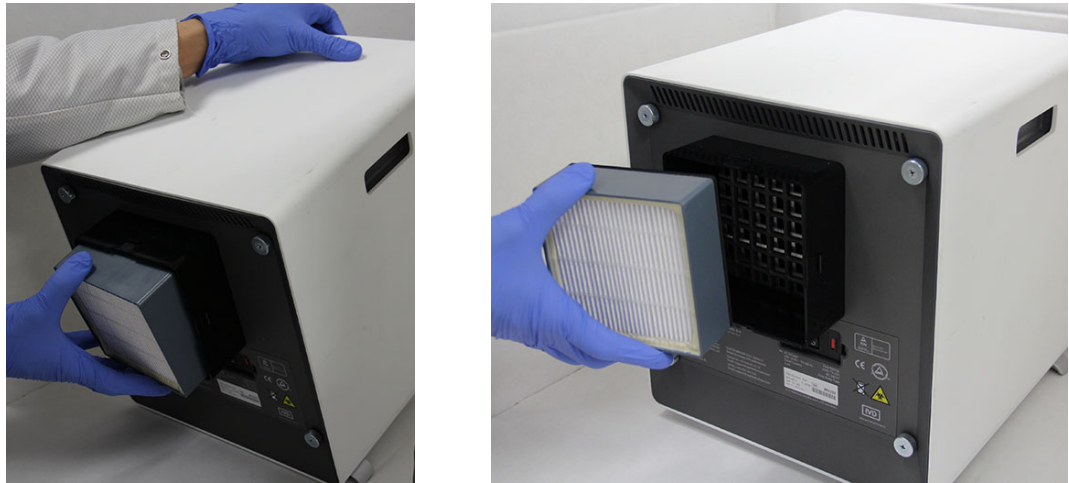

Figura 9-28. Remoção do filtro HE
7. Incline o instrumento GX-IV sobre a superfície na sua direcção para remover o filtro HE. O filtro HE deve sair com facilidade. Consulte a figura 9-28. Elimine o filtro HE usado.